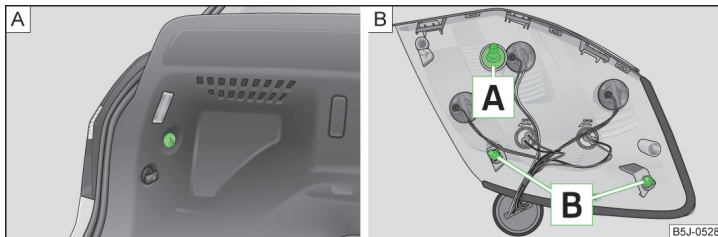

Abb. 162 Kunststoffmutter / Rückleuchte
- Mit einer Hand die Rückleuchte festhalten und mit der anderen Hand die Kunststoffmutter » Abb. 162 - **A** abschrauben.
- Zum erneuten Einbau die Rückleuchte zuerst mit der Schraube **A** in die Öffnung in der Karosserie einsetzen » Abb. 162.
- Mit einer Hand die Rückleuchte festhalten und mit der anderen Hand die Mutter » Abb. 162 - **A** aufschrauben und festziehen.